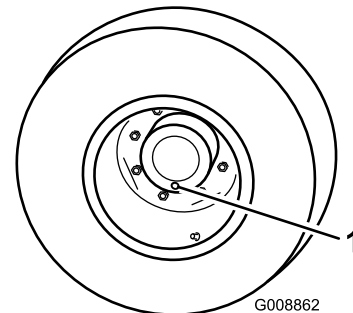

Figura 103
1. Con la máquina en una superficie nivelada, coloque una rueda de manera que uno de los tapones de verificación esté en la posición más baja (posición de las 6) (Figura 103).